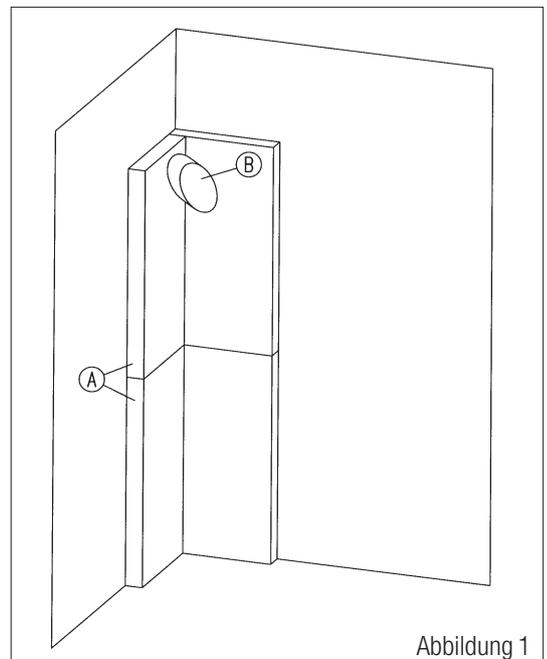

Abbildung 1
3.2 Nun befestigen Sie zunächst vier Promasil 950-KS Platten gemäß Abb. 1 an den Stellwänden. Die Isolierung muss 5 cm über den Schornsteinanschluss ragen. Nach dem Aufstellen des Wärmeerzeugers sind die Platten nicht mehr zugänglich.